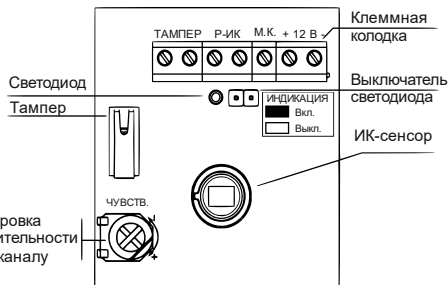

Рисунок 2 – Плата извещателя ИНС-106
5. Установите плату обратно и подключите провода к соответствующим клеммам на плате (см. рисунок 2).
Назначение контактов клеммной колодки на плате извещателя **ИНС-106** и вид платы представлен на Рис. 2: